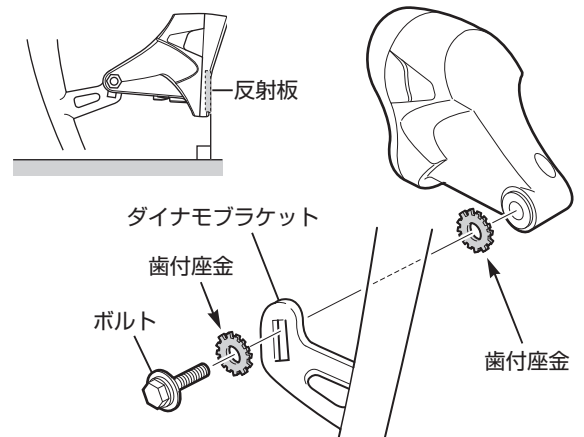

図1
ボルトに歯付座金を入れて、前ホークのダイナモブラケットに通します。反対側にもう1つの歯付座金を入れて、LEDヘッドライトを固定します。(図1)
- ※ 歯付座金(2個)は必ず図1のように入れてください。